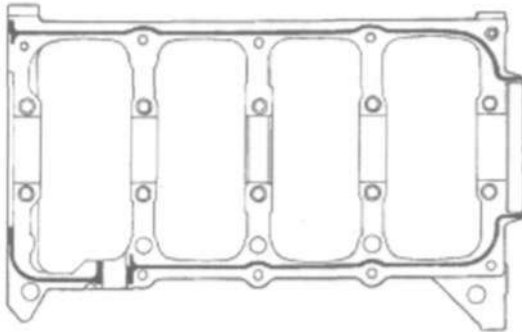

Рис. 45 Уплотнение основания.
(3) Смазать подшипники и шейки. Установить коленчатый вал. **ВНИМАНИЕ:** На основании использовать только указанный анаэробный герметик, в противном случае возможно повреждение двигателя.
(4) Нанести валик герметика Mopart Bed Plate Sealant толщиной от 1.5 до 2.0 мм на блок цилиндров, как указано (Рис. 45).